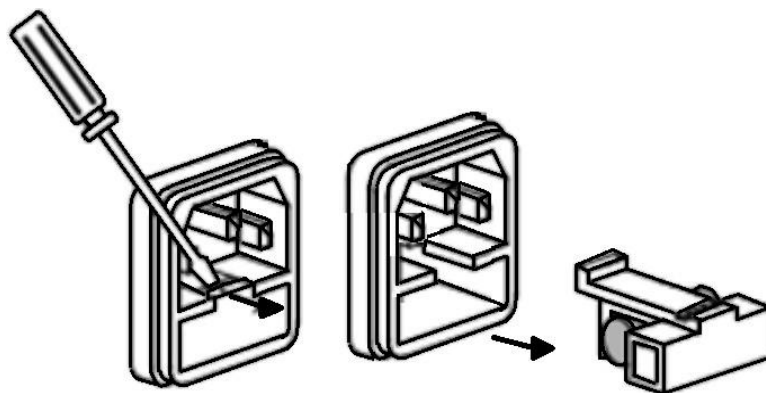

Figure 4.1 Extraction du fusible
3. Vérifiez et remplacez le fusible si nécessaire. (Voir **figure 4.1**)